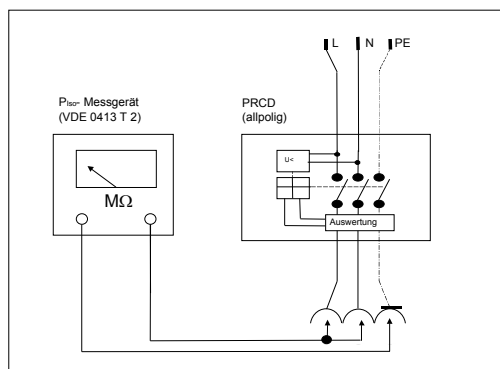

Bild 7 Isolationsmessung 1
- Die RCD kann wegen der Unterspannungsauslösung ohne Netzspannung nicht eingeschaltet werden. Es sind mindestens zwei Messungen erforderlich (siehe Bild 7 und 8).